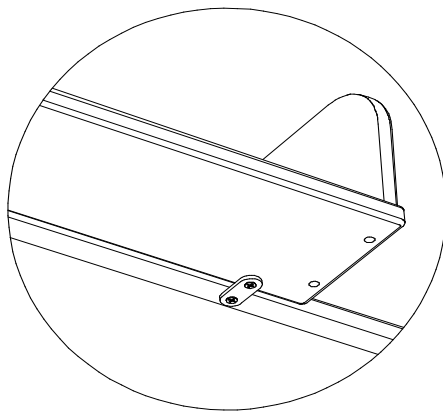

рис.3
4. В целях безопасности, закрепите надстройку для пеленания к крышке комода с помощью пластины крепежной и шурупов 3,5x16 (рис.3).